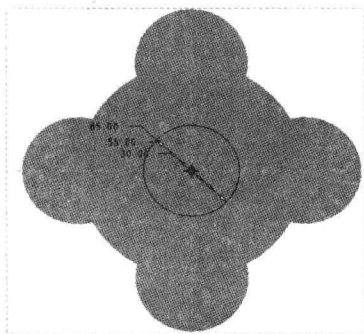

图 8-65 绘制第三个截面
Step 09 在绘图区任意位置单击鼠标右键，在弹出的快捷菜单中选择“切换截面”命令，绘制第三个截面，如图 8-65 所示。